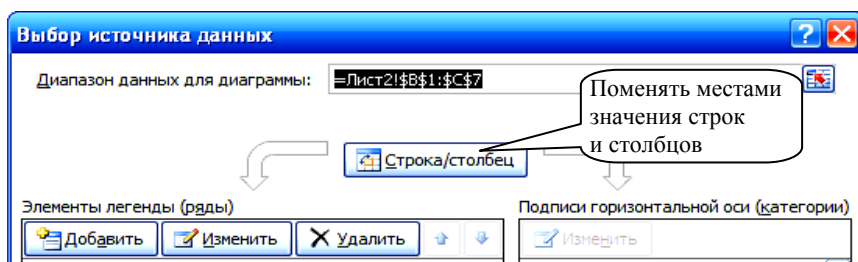

Рис. 4.2. Изменение исходных данных
3. Для изменения диапазона исходных данных или для изменения значений строк и столбцов можно выполнить на вкладке *Конструктор* команду *Выбрать данные* (рис. 4.2).